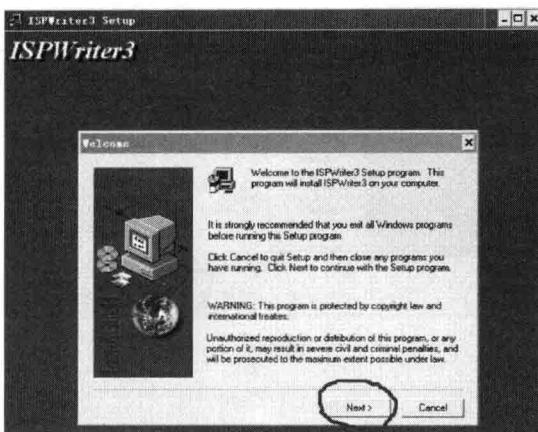

图 1-3
2) 单击“SETUP.EXE”进行安装，出现如图 1-3 所示的对话框。